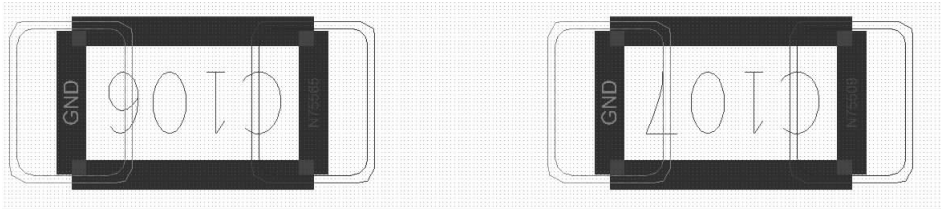

图 11-16 高亮显示接地网络
4) 按〈Enter〉键, 接地网络将高亮显示, 如图 11-16 所示。